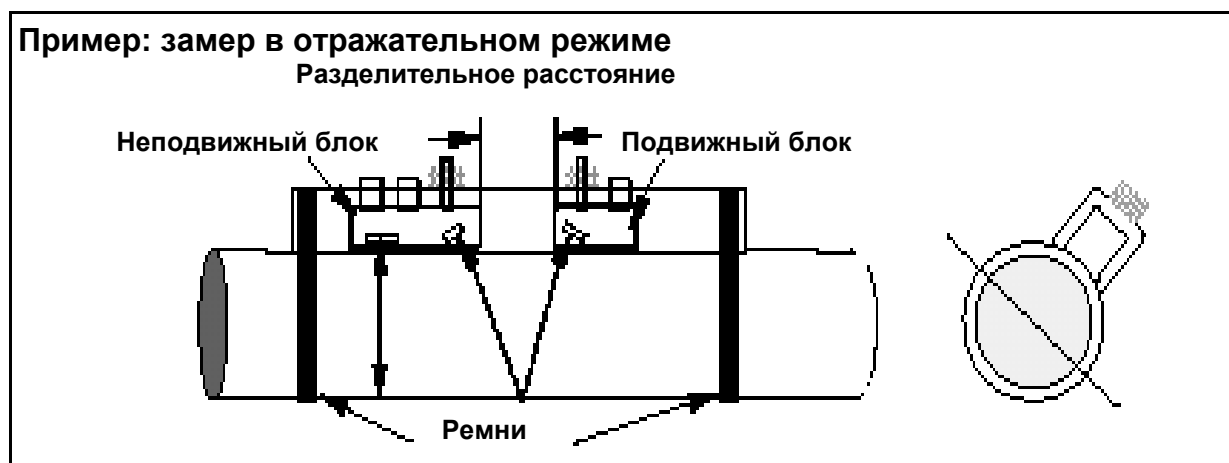

Рисунок 3.
- Нажмите ENTER. На индикацию выведется при этом разделительное расстояние в мм. Заданное расстояние можно установить, сдвигая подвижный блок по трубе до тех пор, пока передняя кромка не станет на нужном расстоянии (см. рисунок 3). Вращайте ручку против часовой стрелки, пока датчик жестко не закрепится на трубе.